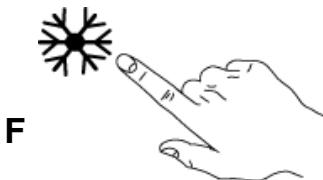

Fig.21
- 2- Premere il TASTO "F" risciacquo finale corto a freddo prima o dopo l'avvio del ciclo di lavaggio. (Fig.21)